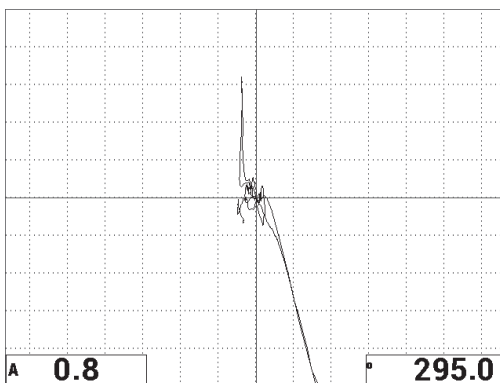

图 6-35 在脱粘缺陷和修复区域上的第二次扫查
9. 按**冻结**键 ()，解冻采集功能，按**全屏 / 下一组**键 () 显示全屏，然后慢慢地再次扫查脱粘缺陷和修复区域（参见第 145 页的图 6-35）。